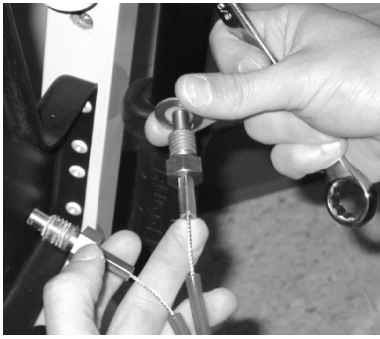

Figure 25 – Placer la rondelle sur le nouveau câble
3. Placer la rondelle à l'extrémité du nouveau câble (Figure 25).